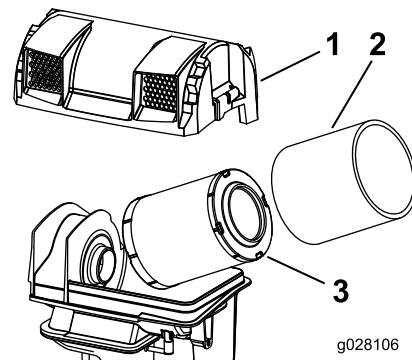

Bild 38
6. Lösen Sie die Riegel am Luftfilter und ziehen Sie die Luftfilterabdeckung vom Luftfiltergehäuse ab (Bild 38).
8. Schieben Sie den Hauptfilter vorsichtig aus dem Luftfiltergehäuse heraus (Bild 38).